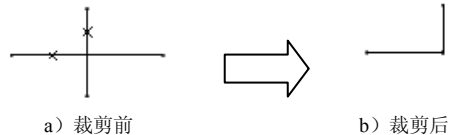

图 4.7.23 保留方式
Step2. 依次单击两个相交图元上要保留的一侧，如图 4.7.23 所示。